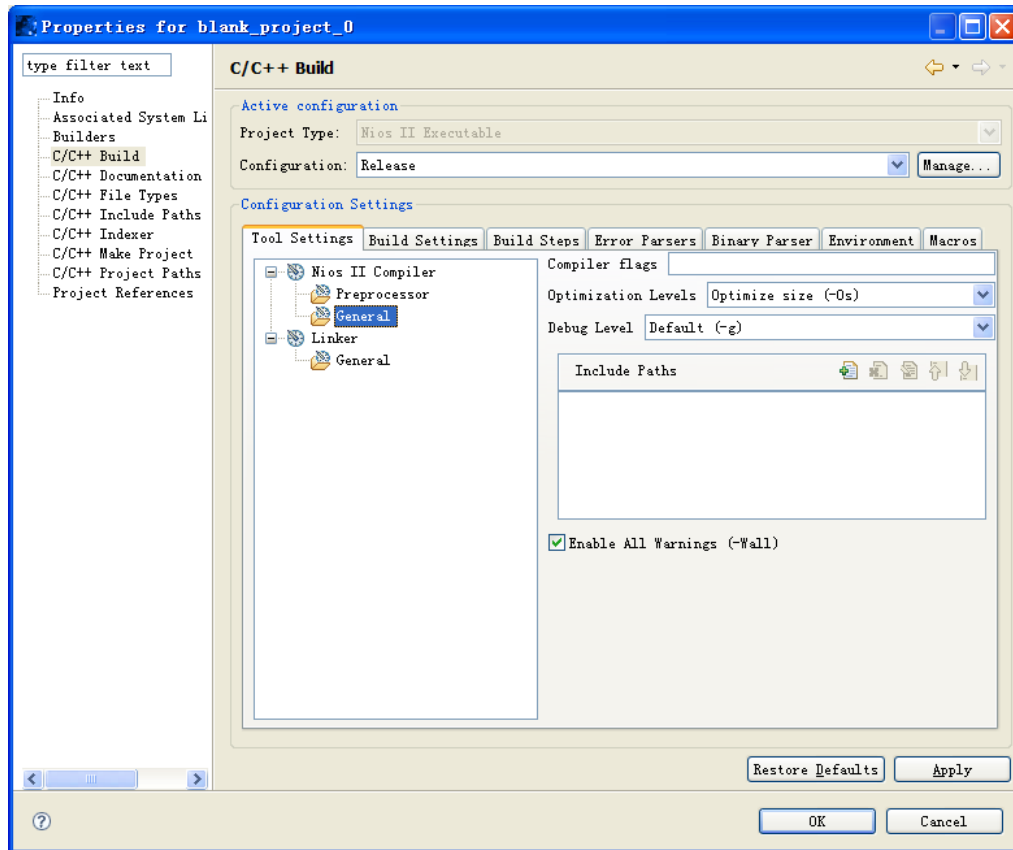

图 7-13 配置工程编译选项
17. 选择工程 blank_project_0, 右键单击, 选择 Properties, 在 C/C++ build 选项卡中配置编译器参数, 跟上次一样依旧是-DALT_RELEASE -Os -g -Wall, 如图 7-13。